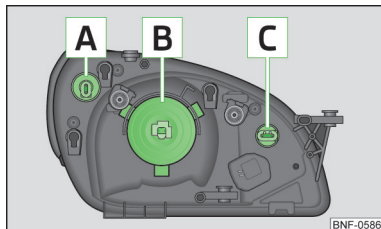
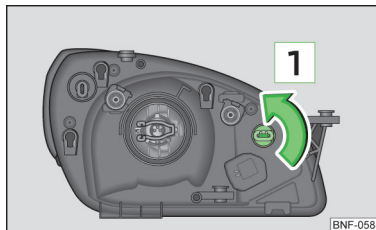
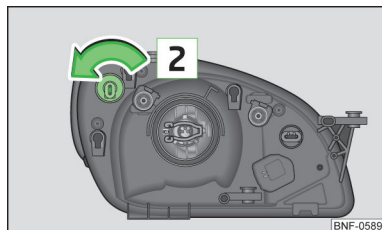

Fig. 128
Fig. 130
Fig. 131
Placering af pærer » Fig. 128
- Træk stikket af pæren **B** » Fig. 128 på side 135.
- Drej fatningen med pæren **C** » Fig. 128 på side 135 helt i pilens retning **1** » Fig. 130, og tag den ud.
- Drej fatningen med pæren **A** » Fig. 128 på side 135 helt i pilens retning **2** » Fig. 131, og tag den ud.